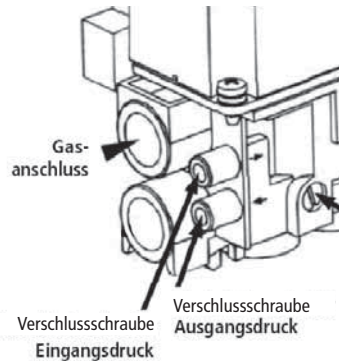

Abb. 2.14 Gasregler, Anschluss an die Gasversorgung
- Eingangsdruckmesspunkt öffnen durch Lösen der Verschlusschraube (s. Abb. 2.14)
- b) Ausgangsdruckmesspunkt öffnen durch Lösen der Verschlusschraube (s. Abb. 2.14)
- Scheitholzimitat in vorgesehener Reihenfolge und Anordnung auf das Brennergranulat auf der Flächenbrenner (E, siehe Abb. 2.10) legen (siehe Abb. 2.14).